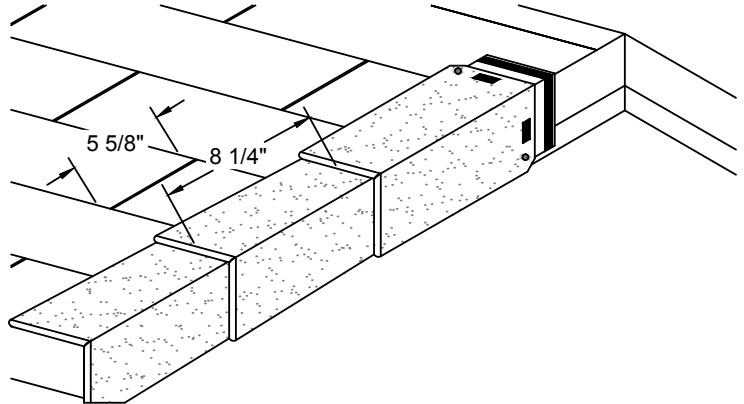

Figura 12 - Aplicación de las tejas EZ-Ridge™ en los bordes de faldón del techo
2. Coloque el extremo terminado de alto perfil de las tejas EZ-Ridge™ en la posición más baja (vea la Figura 12).